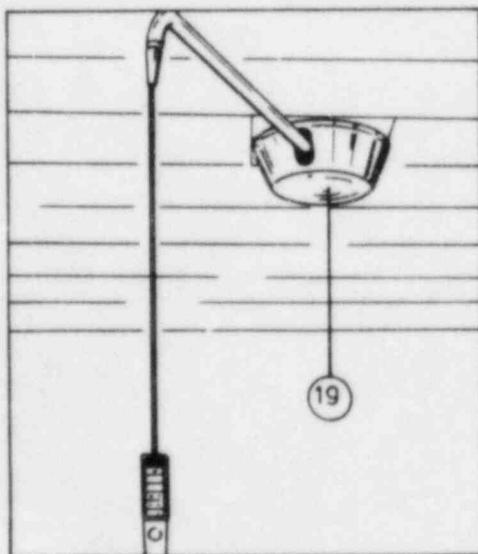

Fig. 25
Deckenarm (19) mit Handschalter am Befestigungspunkt der Decke (siehe Projektplan und Maßblatt) anmontieren (Fig. 25).
Fit the ceiling arm (19) with manual switch to the ceiling fixing point (see project drawing and dimensional drawing) (fig. 25).